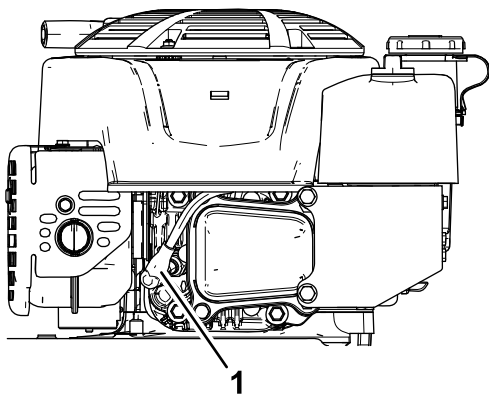

Figure 27
2. Débranchez le fil de la bougie (Figure 27).